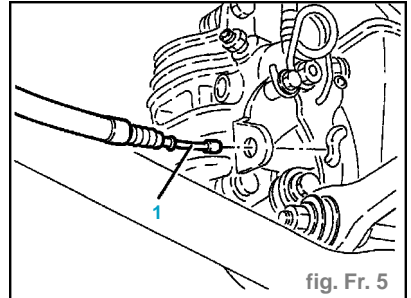

fig. Fr. 5
- Débrancher les câbles de frein à main (1) des pinces de freins arrière (fig. Fr. 5).
- Déconnecter les câbles du frein à main (1) de la pince des freins arrière (fig. Fr. 5).